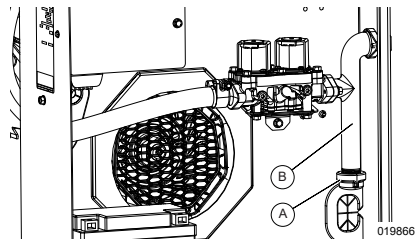

Figura 4-9. Limpieza del colector de sedimentos
5. Consulte la Figura 4-9. Desatornille y retire la tapa (A).